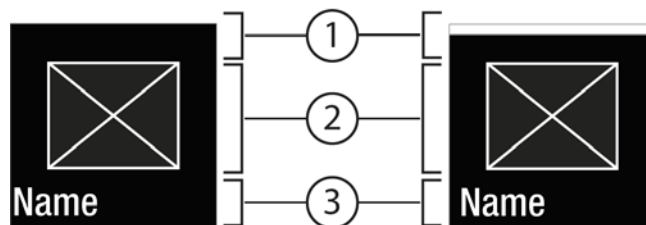
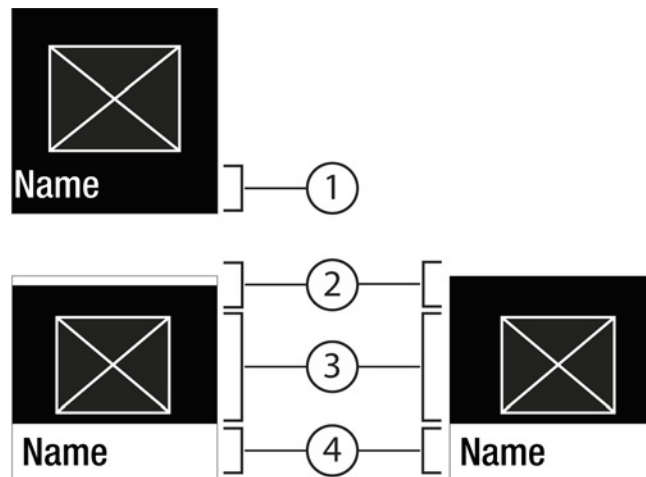

Fig. 7
Fig. 8
- С помощью Подтвердить Fig. 6 (2) вызвать Подменю Fig. 8 (4).
- Установка нового значения: С помощью Подтвердить Fig. 6 (2) выбрать деактивированное значение Fig. 7 (1).
- Назад в меню: С помощью Подтвердить Fig. 6 (2) выбрать уже активированное значение Fig. 7 (2).
- ▶ Состояние: активировано *Fig. 7 (1)* появляется ненадолго в Подменю *Fig. 8 (4)*.